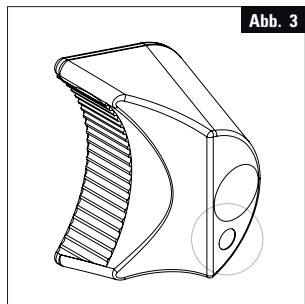

Abb. 3
- **Zum Erreichen der Einstellungen -9° / -5° / -1° / +3° / +7° / +11°: die Teile in die RECHTE Aussparung des Vorbau-Gehäuses (4) einführen.**
- **Zum Erreichen der Einstellungen -7° / -3° / +1° / +5° / +9° / +13°: die Teile in die LINKE Aussparung des Vorbau-Gehäuses (4) einführen.**
6. Den Stöpsel mit „Linksgewinde“ (5) (MIT Markierung) (Abb. 3) in seine Aussparung bringen.